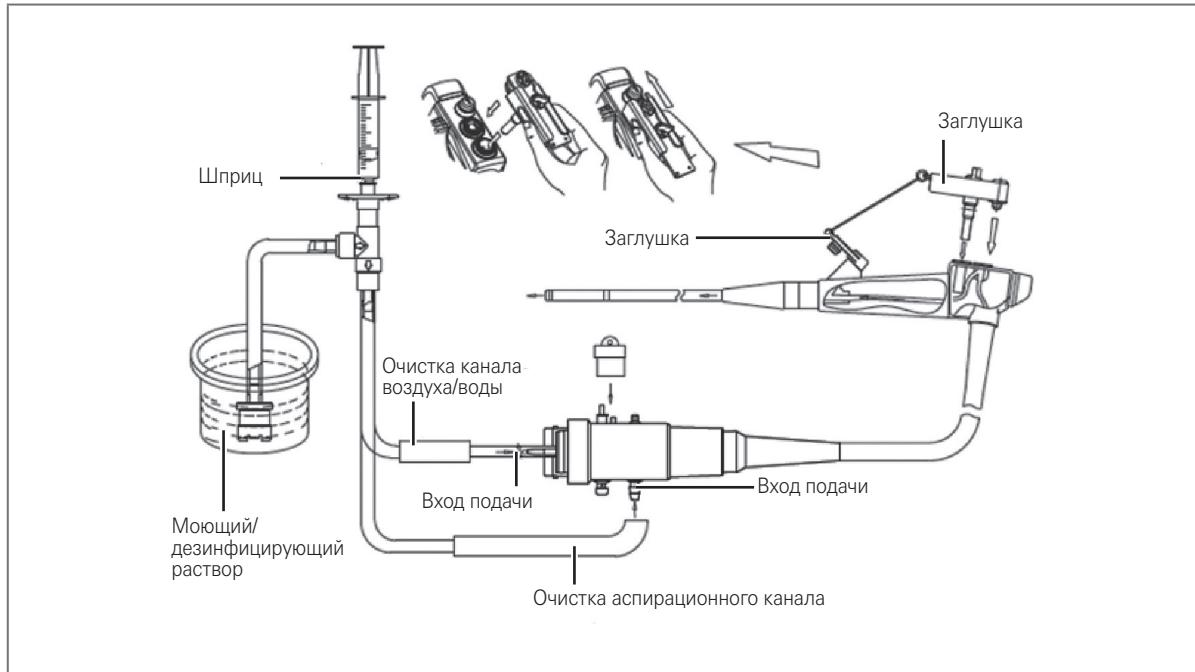

Рис. 5.3
- b. С помощью 50 мл шприца последовательно введите моющий раствор вканал воздуха/воды и аспирационный канал эндоскопа через инъекционную трубку не менее 15 раз (750 мл) (как показано на рис. 5.3).